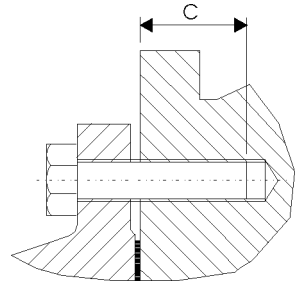

Рис. 3
- для встраивания счетчика в трубопровод следует использовать винты 8.8 по норме DIN 931. Длина винтов должна быть выбрана так, чтобы обеспечивалась глубина их вкручивания C мм (таблица 2) в счетчик (рис. 3). Максимальный момент затяжки винтов составляет 110 Нм.